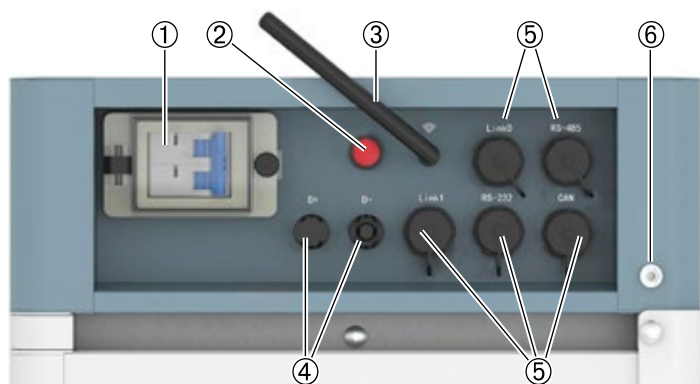

Fig. 4.1 - Modulo di controllo FC0500-40S V2
- Scollegare i cavi di alimentazione **D+** e **D-** (4, Fig. 4.1), il cavo di comunicazione (5, Fig. 4.1) e il cavo di messa a terra (6, Fig. 4.1).
- Installare di nuovo il cavo di messa a terra (6, Fig. 4.1), il cavo di comunicazione (5, Fig. 4.1) e il cavo di alimentazione **D+** e **D-** (4, Fig. 4.1).